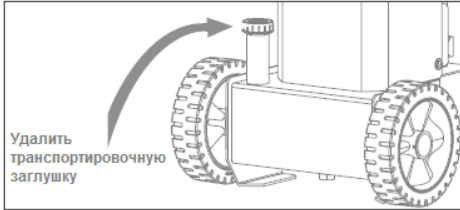

Рис. 6 Установка крышки-щупа
6. Удалить транспортировочную заглушку, установленную вместо крышки-щупа масляного бака (Рис. 6). Установить крышку-щуп на горловину масляного бака и закрутить ее до упора.